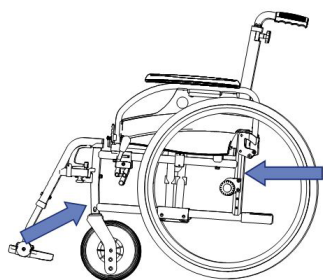
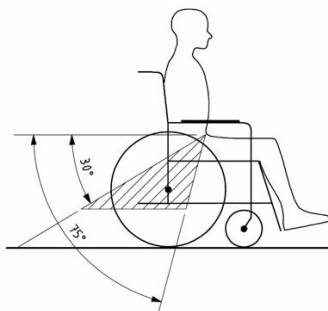

Figure 1
Figure 2
6. Fixez les sangles avant de sécurité comme indiqué par le fabricant (figure 1). Les points d'accroches sont indiqués sur le fauteuil roulant par un symbole (figure 2).
9. Fixez les sangles arrière de sécurité comme indiqué par le fabricant (autour du bloc de fixation de la roue et au-dessus de la douille d'essieu) (figure 1). Les points d'accroches sont indiqués sur le fauteuil roulant par un symbole (figure 2).